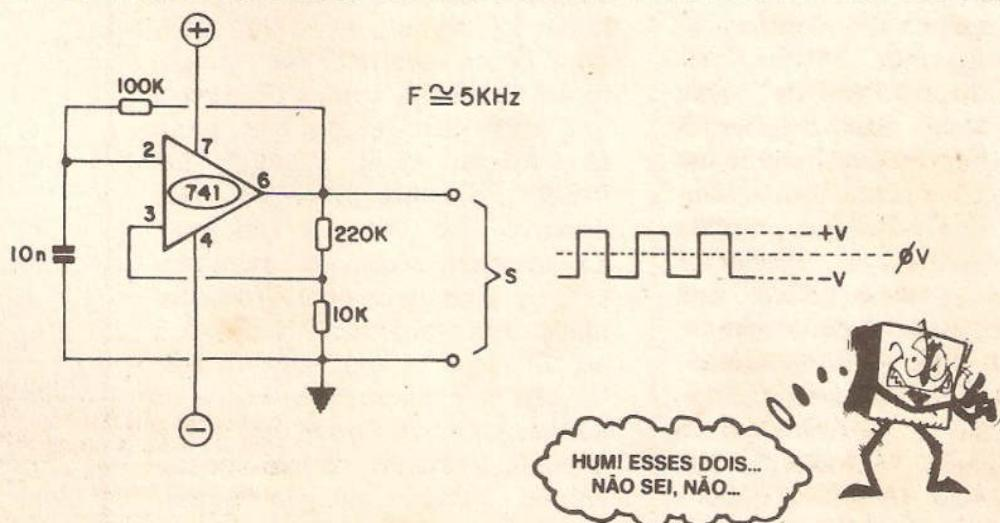

Fig. 16
- FIG. 16 - O 741 COMO OSCILADOR - São várias as configurações nas quais podemos fazer um Amp.Op. oscilar... Algumas delas envolvem sofisticações e cuidados rigorosos, no sentido de determinar com grande precisão (e estabilidade...) a Frequência, com redes múltiplas RC, eventualmente em "ponte", em "Pf", em "T", etc. Tais casos particulares serão eventualmente vistos, em seus aspectos Teóricos, se e
quando forem realmente utilizadas as configurações em eventuais montagens práticas, no futuro... O diagrama da fig. 16, contudo, mostra o arranjo elementar de oscilação para um Amp.Op. como o 741: a primeira providência é efetuar-se a realimentação positiva (nós queremos que o amplificador fique "instável"...). Assim, parte do sinal presente na Saída (pino 6) é re-dirigida à Entrada Não Inversora (pino 3), sendo que a "dose" de realimentação é determinada pelos valores dos resistores presentes no divisor de Tensão (no caso, 220K e 10K...). Para a determinação do ganho do bloco, temos que nos valer do controle da realimentação negativa, entre a Saída e a Entrada Inversora (pino 2), o que é feito, no circuito exemplo, pelo resistor de 100K. Finalmente, a "temporização" ou defasamento necessário à manutenção da oscilação e fixação da Frequência, é promovido pela presença do capacitor (10n, no exemplo). Na verdade, todos os componentes externos ao Amp.Op. são, em maior ou menor grau, "responsáveis" pela Frequência da oscilação, mas, na prática, podemos considerar que o ritmo da manifestação será inversamente proporcional ao valor do capacitor (maior valor = Frequência mais baixa, menor valor = Frequência mais alta...). Como geralmente pré-fixamos o ganho, não é comum que num circuito de oscilador com Amp.Op. recorrermos a modificações calculadas no resistor de realimentação (100K),